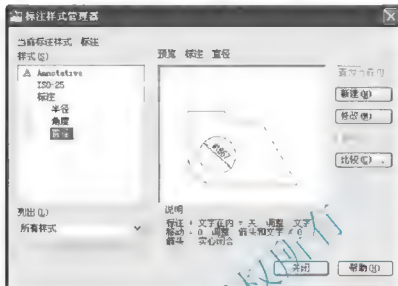

图 3.30 【标注样式管理器】对话框内的标注样式
(2) 用同样的方法建立【直径】和【角度】标注样式, 结果如图 3.30 所示。
注意图 3.30 中的半径、直径、角度与标注的显示关系, 这种关系称为父与子的关系。半径、直径、角度犹如标注的 3 个儿子, 其分工明确, 遇到线性尺寸, “父亲”标注; 遇到半径、直径或角度时, 3 个“儿子”分别去标注。